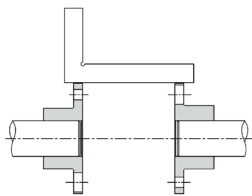
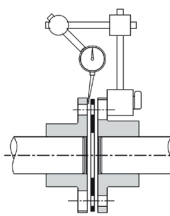

Abb. 2 / fig. 2
Abb. 3 / fig. 3
1. Eine möglichst genaue radiale und axiale Ausrichtung der Wellen gewährleistet die maximale Kompensation von Wellenversätzen und trägt zu einer langen Lebensdauer der Kupplung bei. (Abb. 2 und Abb. 3)
1. The shafts should be aligned as accurately as possible in both the radial and axial directions to ensure maximum compensation of shaft misalignments and to promote a long service life of the coupling. (Fig. 2 and Fig. 3)